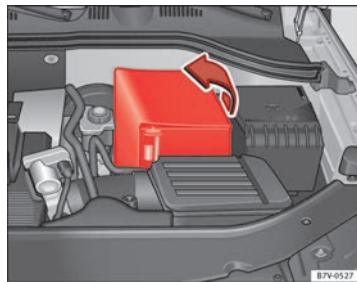

Fig. 176 Nel vano motore: Estrarre il manicotto della batteria del veicolo.
- *Nel caso di un manicotto:* togliere la copertura tirando da un lato ⇒ fig. 176.